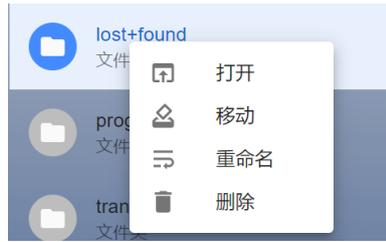

图 11-7：对文件夹的操作
2. 选择文件夹后，右击鼠标，可以打开，移动，重命名，删除文件夹，如图 11-7 所示。